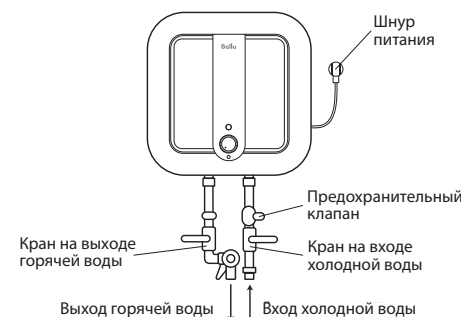

Рис. 1
3. Предохранительный клапан следует устанавливать в месте входа воды (см. рис. 1).